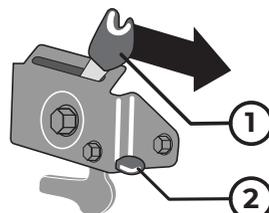

Рисунок 6
3. Регулятор подачи топлива (рис. 6)
4. Фиксатор регулятора подачи топлива (рис. 6)
3. Переведите регулятор подачи топлива в положение «Пуск» (рис. 6)